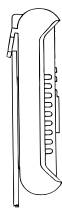
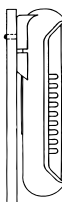

Рис. 6.3
Рис. 6.6
4.Закреплять мультиметр вертикально во время работы и хранения (рис. 6.3 – на панель, рис. 6.6 – на кабель подходящего диаметра).